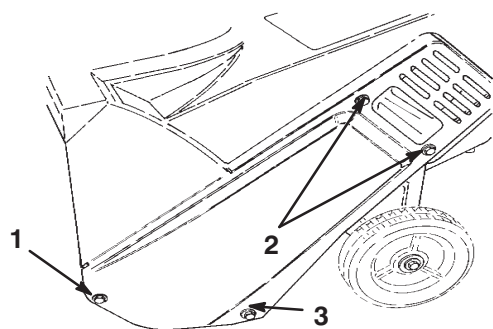

Figure 10
4. Enlevez les deux vis autotaraudeuses courtes, une longue vis autotaraudeuse, un boulon, une rondelle et un écrou qui fixent le côté gauche du carter au châssis de la déneigeuse (Fig. 10).